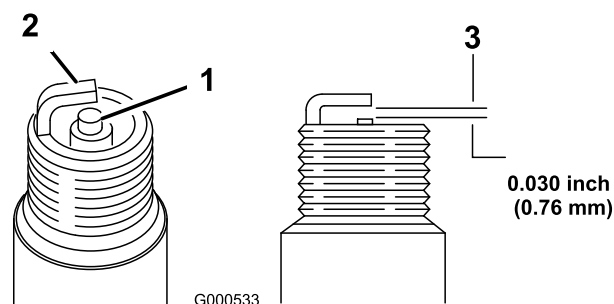

Figura 20
5. Regolate la distanza tra gli elettrodi della candela a 0,76 mm, come illustrato in Figura 20.